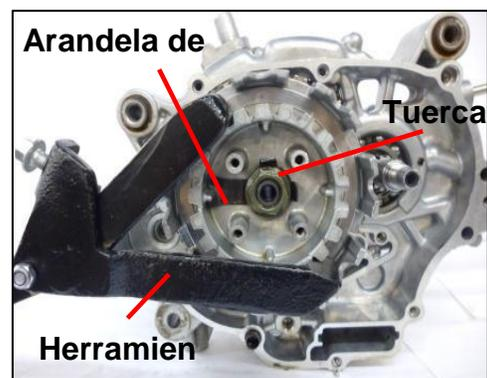

Fig. 5.108
6. Instale el conjunto de engranaje del embrague, la arandela, el conjunto de rueda del embrague, la arandela de seguridad, la tuerca en el eje principal por orden **Fig. 5.108**